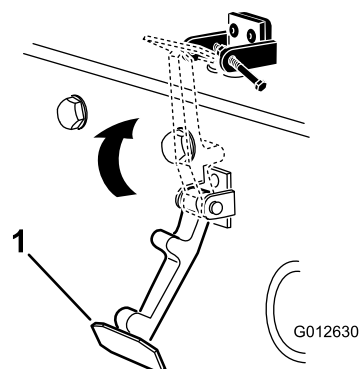

Figura 17
6. Prenda o trinco no suporte do trinco do capot (Figura 17).